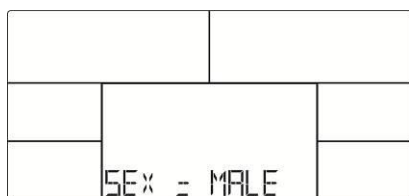

Fig. 21
2. Displayen ber användaren skriva in information om kön (SEX) (fig. 21), ålder (AGE), längd (HEIGHT), vikt (WEIGHT) och sedan starta mätningen.